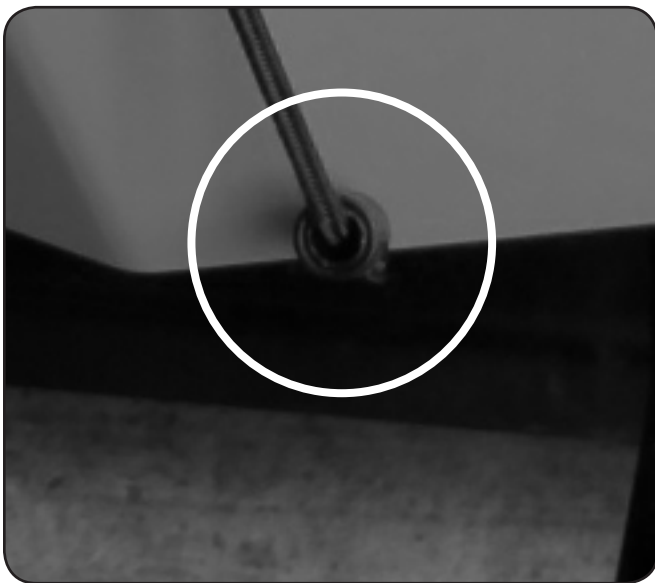

Figure 3-14
7. Un élastique de rappel est placé à l'avant du capot. Cet élastique est utilisé pour serrer la toile de protection autour du cabot pour empêcher la neige de pénétrer dans la cabine. Les crochets de l'élastique doivent être fixés sur le capot, à proximité des roues avant. Voir Figure 3-14.